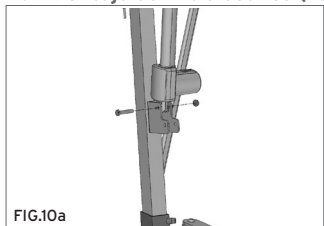

FIG.10a
1. Quitar los dos pernos previstos en el brazo y en la columna para la fijación del actuador. Colocar el actuador y bloquearlo con los dos pernos que se quitaron anteriormente. (Fig.10a-10b)